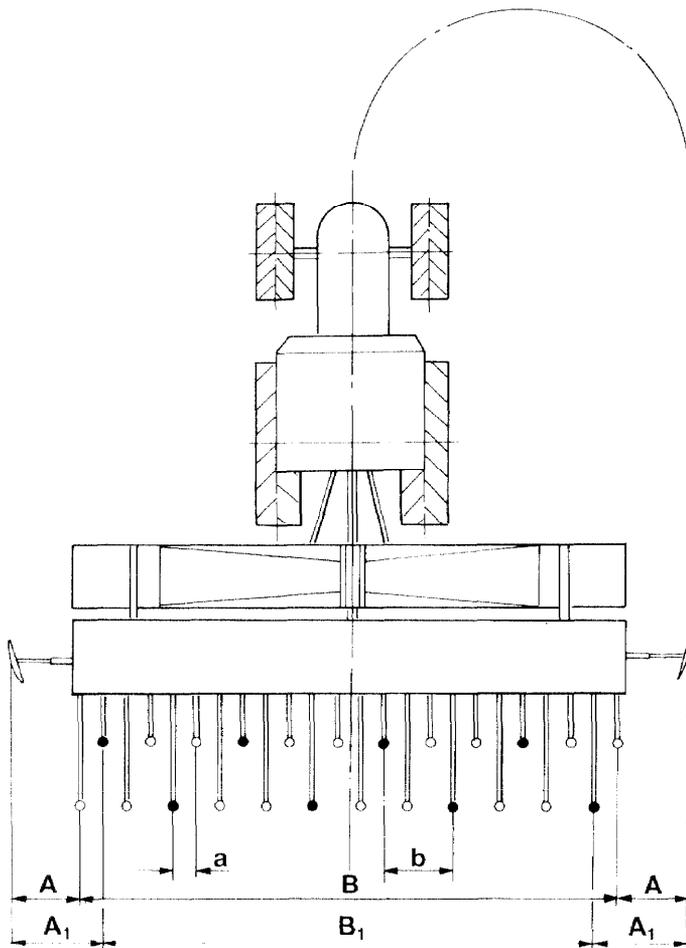

Fig. 74
La longueur A convenable (fig. 74) peut être calculée en utilisant la formule suivante lorsque les socs sont ordonnés symétriquement :
**Exemple 1** : Tous les socs indiqués en fig. 74 sèment :
**Exemple 2** : Seuls les socs repérés en noir sur la fig. 74 sèment :